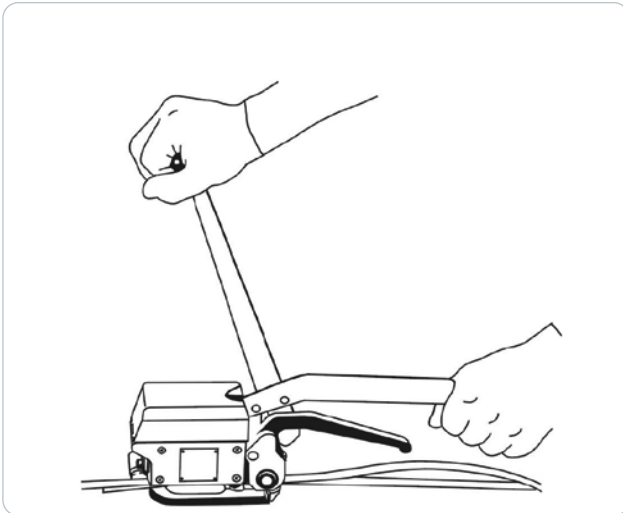

Abbildung 3
5. Halten Sie das Gerät mit der linken Hand am Stanzhebel. Bewegen Sie den rechten Spannhebel vor und zurück, bis die gewünschte Spannung erreicht ist (Abbildung 3).